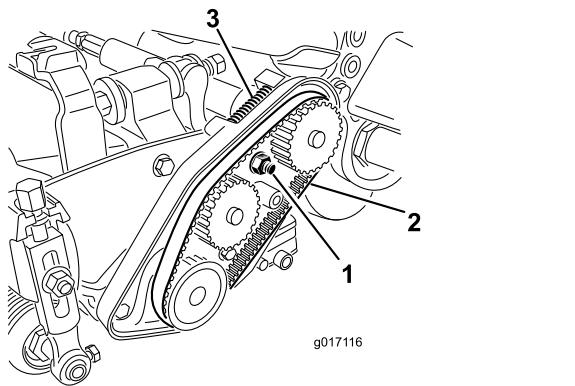

図48
- A. ベアリングハウジング取り付けナットをゆるめる図48。
- C. ベルトケース内部や圧縮スプリングについているごみをきれいに取り除く図48。